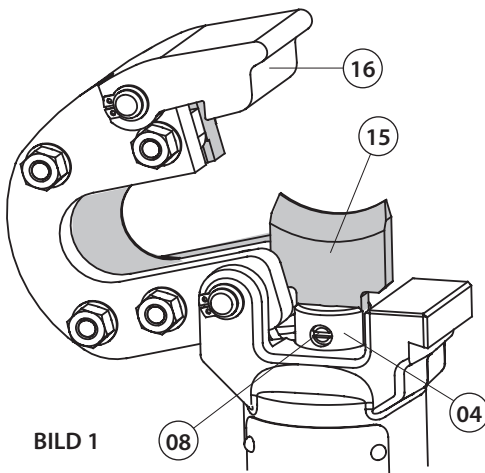

BILD 1
4. MESSERWECHSEL (Siehe Bild 1 und 2)